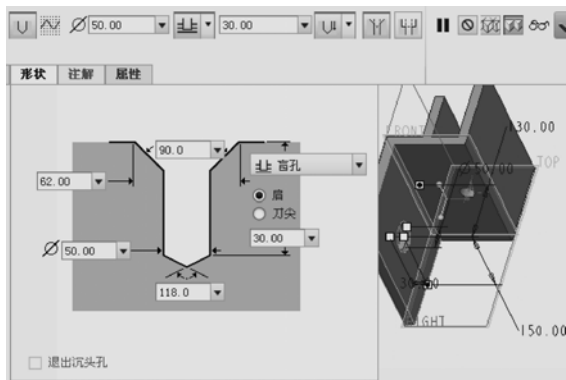

图 4-10 设置形状尺寸和形状选项
- 8 在“孔”选项卡中打开“形状”面板，设置如图 4-10 所示的形状尺寸和形状选项。